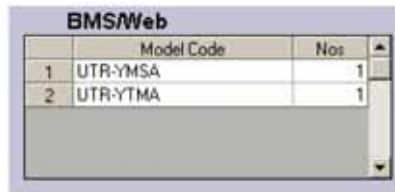

Рис. 6.5.1
1 При нажатии на кнопку "Web" (1) ПДУ для выбранной системы (8) будут отображены в окне (10), см. рис. 6.5.1.